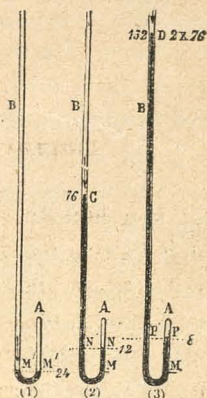

Fig. 53.—El tubo de Mariotte.
*El tubo de Mariotte* es un tubo encorvado (fig. 53) de ramas desiguales. La rama corta está cerrada, y abierta la larga.